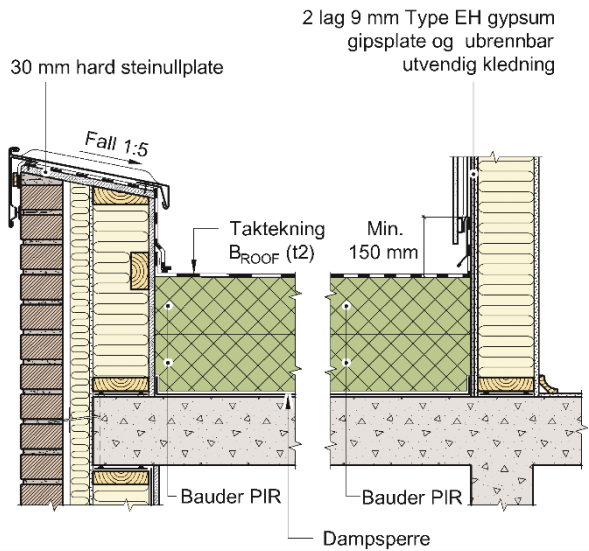

Fig. 9
- I tilfeller der takkonstruksjon av betong eller betongelementer har parapet eller tilstøtende vegger/fasader av eller med brennbare materialer er det ikke nødvendig med en 600 mm barriere av 2 lag 13 mm standard gipsplate Type A eller lignende under BauderPIR inntil veggen. Se fig. 9.
- Tilstøtende yttervegger må på siden mot taket beskyttes med 2 lag 9 mm gipsplater Type EH og ubrennbar kledning (A2-s1,d0). Se fig. 9.
- Vedr. parapet, se fig. 9.